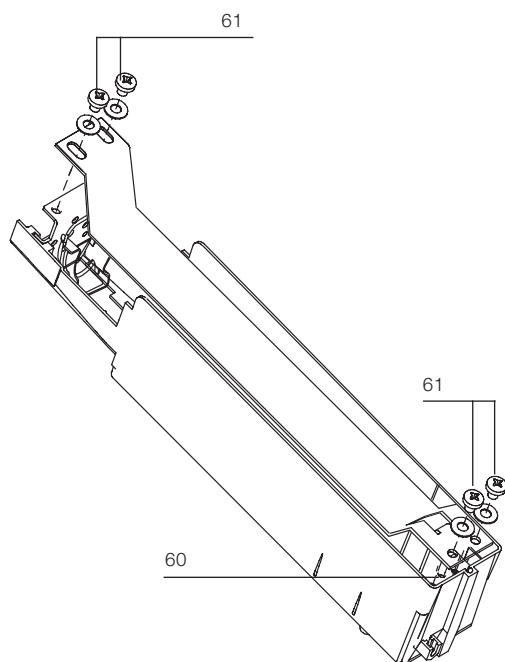

Fig. 21
a) Montage (fig. 21)
b) Démontage (fig. 21)